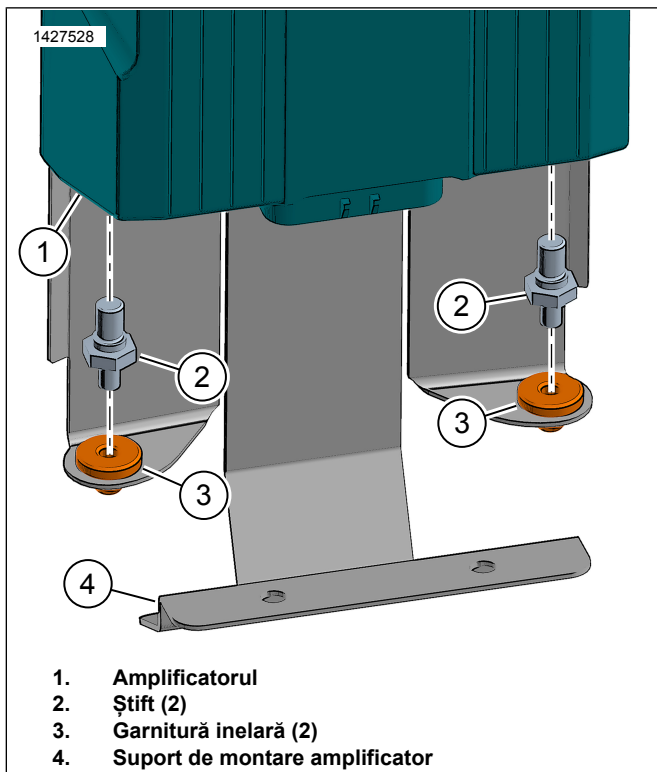

Figura 12. Știft amplificator
4. Figura 12 Montați garnitura inelară (3) în suportul de montare amplificator (4).
5. Montați știftul (2) în amplificator (1). Strângeți.